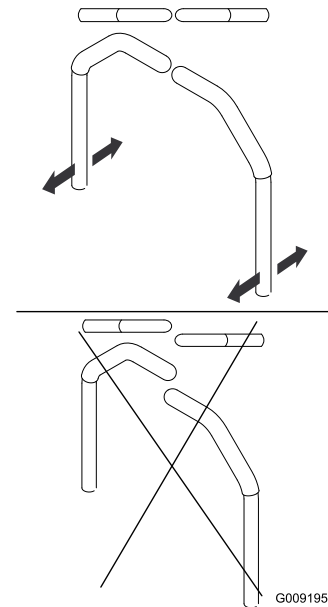

Figura 86
4. Ajuste la posición delante/detrás de las palancas acercándolas a la posición de punto muerto y deslizándolas hasta que queden alineadas, y luego apriete los pernos (Figura 86).